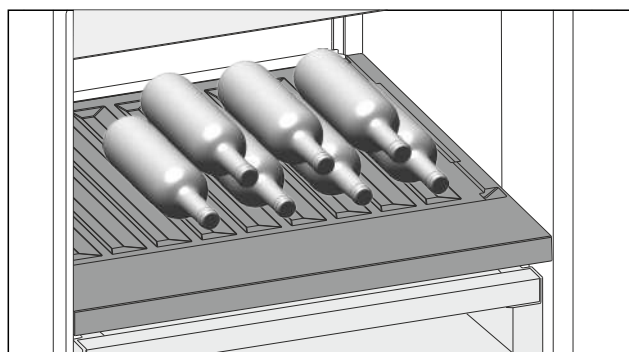

Fig. 114
- Introduzca las botellas con la base orientada hacia la pared posterior. (consulte Fig. 114)